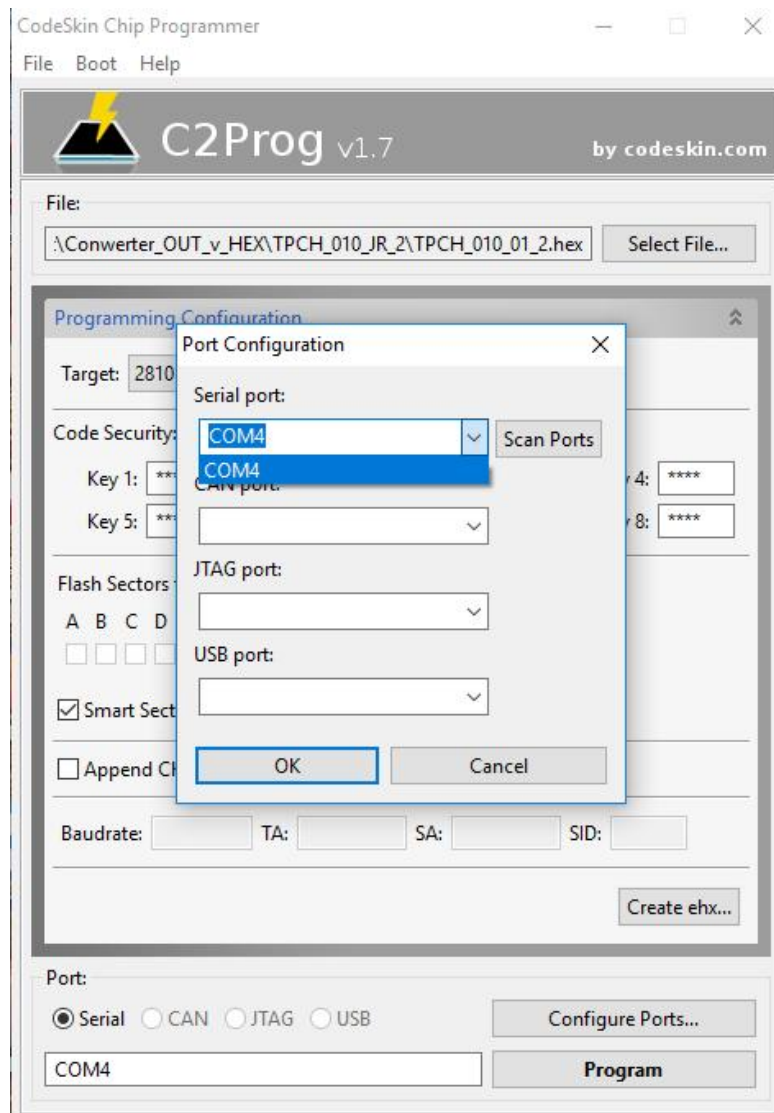

Рис. 6 – Выбор COM-порта
5. Установить правильный номер COM-порта нажав на пункт «Configure Ports» см. рис. 6.